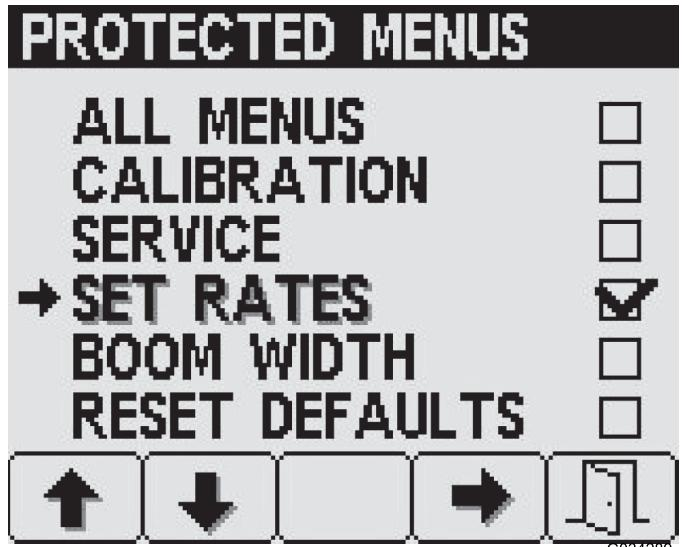

Figura 23
- Premete il pulsante 4 per selezionare e deselezionare ciascun elemento del menu protetto desiderato (Figura 23).